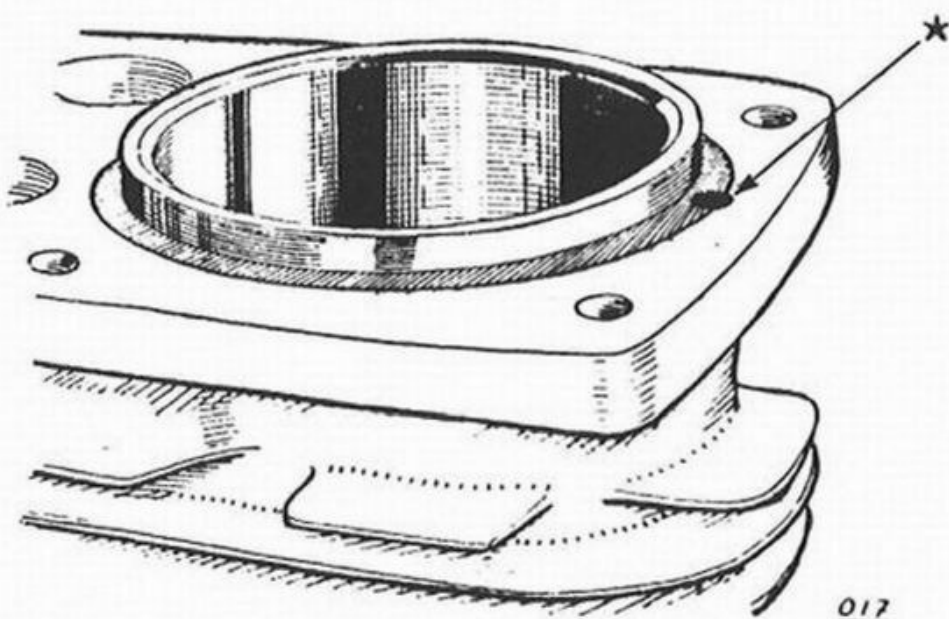

Fig. 72 - Posizione del grano (*) di fermo della camicia .
- 7) *Rovesciare* il cilindro, forare con una punta da mm. 4 per una profondità di mm. 7 l'orlo della battuta inferiore della camicia e piantare in essa un grano di ferro in modo che risulti ben forzato (fig. 72). Perchè la punta del trapano non sfugga dal